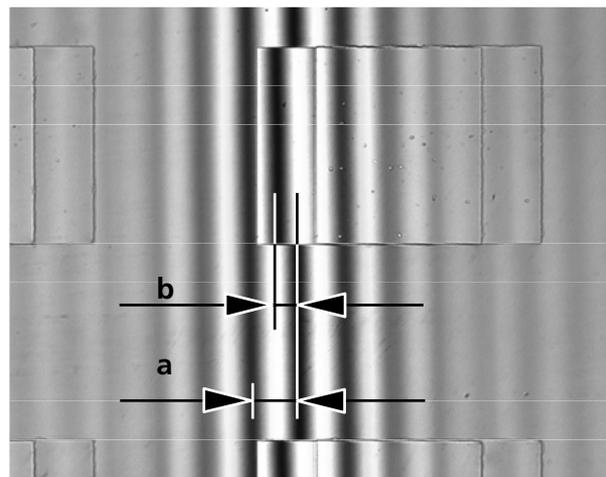

Fig. 4-70 Disegno della frangia di interferenza
(2) Dotazione dello strumento
(3) Impostazione del TIC in luce riflessa
- Per selezionare la struttura da misurare, girare la ruota di controllo (4-69/1) della slitta TIC o della torretta modulatore fino a quando il sistema delle frange di interferenza non sia verticale rispetto alla direzione di ripartizione del campione (si veda fig. 4-70). È possibile spostare le frange di interferenza con la vite di registro (4-69/2) della slitta TIC o della torretta modulatore.
I valori di a e b (si veda fig. 4-70) sono determinati con l'ausilio del reticolo dell'oculare o dell'oculare del micrometro.